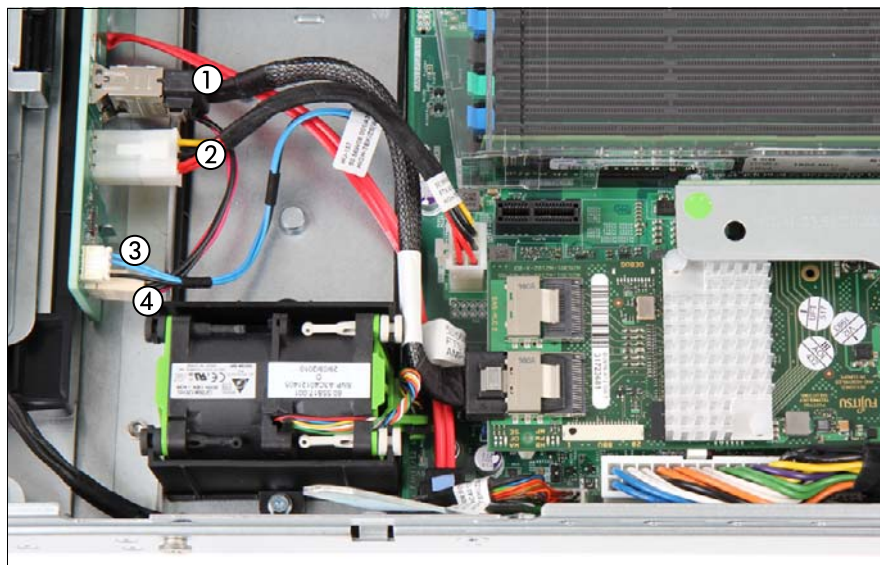

図 45: 4xHDD からの ケーブルの取り外し
- ▶ 図 45 のようにケーブルを 4xHDD バックプレーンに接続してください。